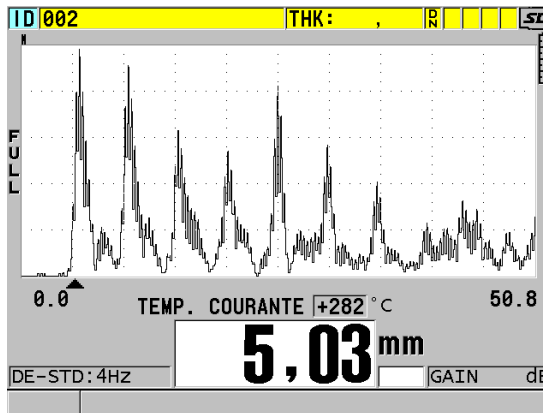

Figure 10-19 Affichage de données liées à la compensation de la température
4. Appuyez sur la touche [MEAS] pour retourner à l'écran de mesure avec la fonction de compensation de température activée (voir la Figure 10-19 à la page 179).